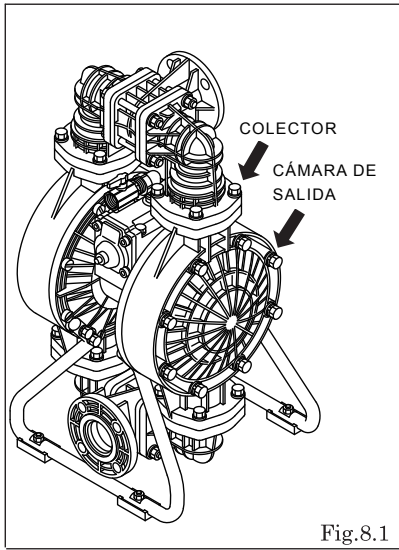

Fig.8.1
- Vuelve a apretar el compartimento de la salida y entonces el múltiple en esta orden. [Fig. 8.1]